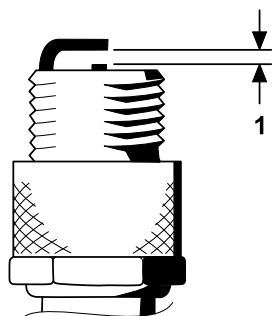

Figura 32
4. Ajuste a folga existente entre a zona central e lateral do eletrodo para 0,76 mm, como se mostra na Figura 32.